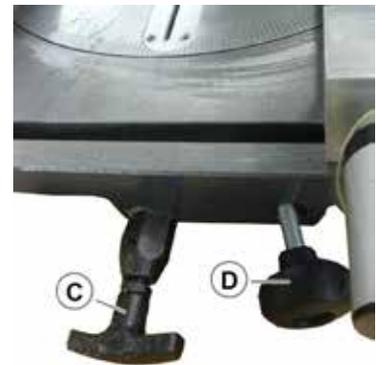

Fig. 13: Réglage de l'angle de coupe
1. Réglez l'angle de coupe au moyen du plateau tournant. Pour ce faire, dévissez le boulon C (Fig. 13) et revissez-le après le réglage. L'angle de coupe est réglable en 5 positions: 15°, 22°, 30°, 45° et 0° en position centrale. L'angle de coupe se lit sur l'échelle située sur le plateau tournant. Pour un réglage en continu, déterminez l'angle de coupe avec la vis de serrage D (Fig. 13).